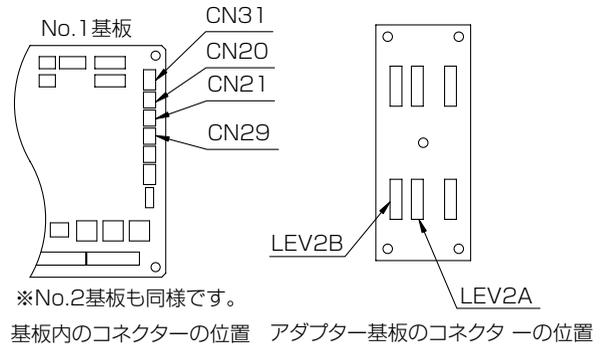

図4
- 電気配線を図4と表1を参考にし、コネクタ同士を正しく接続してください。